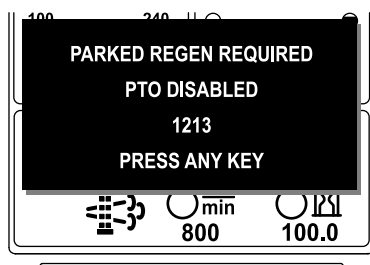

Figura 50
- Se non eseguite una rigenerazione parcheggiata entro 2 ore, l'InfoCenter visualizza il messaggio di richiesta della rigenerazione parcheggiata e di disabilitazione della presa di forza ADVISORY #1213 (Figura 50).